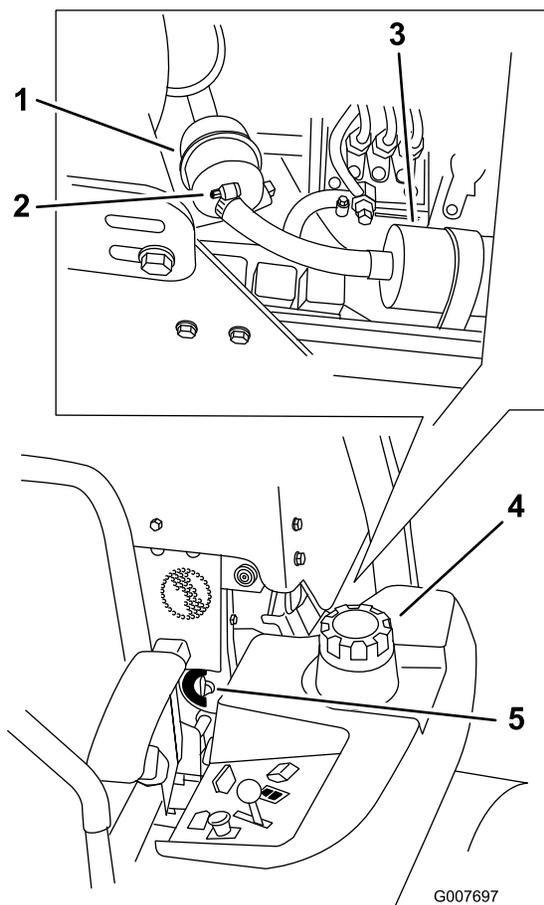

Figura 52
4. Feche a válvula de bloqueio do combustível (Figura 52).
5. Solte as duas braçadeiras das mangueiras e desligue os tubos de combustível do filtro do combustível (Figura 52).
6. Monte um novo filtro de óleo. Ligue os tubos de combustível ao filtro do combustível e coloque as braçadeiras (Figura 52).